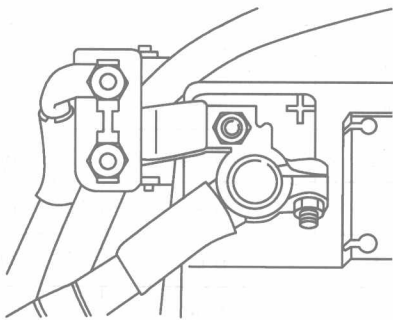

图 1-13 奥迪 A4 轿车主熔断器位置
2) 主熔断器位于蓄电池旁, 其外形图如图 1-13 所示, 其说明如表 1-9 所示。